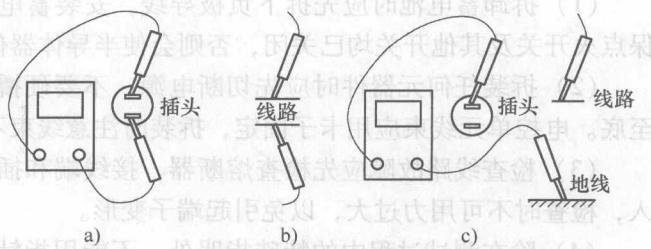

图1-5 用万用表检测端子或导线导通性
(7) 测量电阻时，要在垂直和水平方向轻轻摇动导线，以提高准确性。
(8) 检查线路断路故障时，应先脱开电控单元和相应传感器的插接器，然后测量插接器相应端子间的电阻，以确定是否有断路或接触不良故障。
(9) 检查线路搭铁短路故障时，应拆开线路两端的插接器，然后测量插接器被测端子与车身(搭铁)之间的电阻值，电阻值大于 $1M\Omega$ 为无故障。
(10) 在拆卸发动机电子控制系统线路之前，应首先切断电源，即将点火开关断开(OFF)，拆下蓄电池极桩上的接线。
(11) 插接器上搭铁端子的符号因车型的不同而不同，应注意对照维修手册辨认。
(12) 测量两个端子间或两条线路之间的电压时，应将万用表(电压档)的两个表笔与被测量的两个端子或两根导线接触。
(13) 测量某个端子或某条线路的电压时，应将万用表的正表笔与被测的端子或线路接触，而将万用表的负表笔与地线接触。
(14) 检查端子或导线等的导通性，是指检查端子、触点或导线等是否通电而没有断开，可用万用表电阻档测量电阻值的方法进行检查，如图1-5所示。